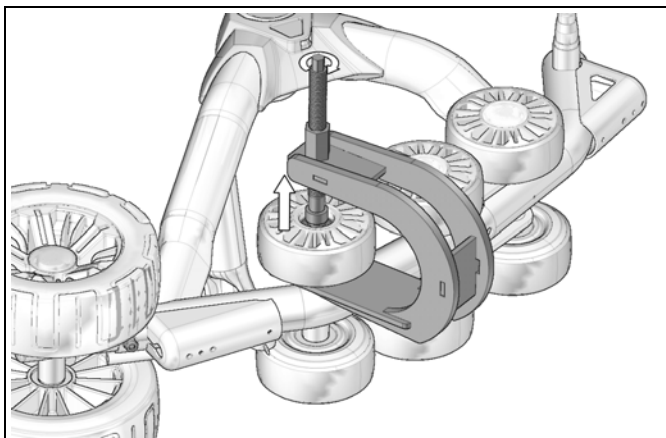

Figure 38
- Placer l'extracteur sous la roulette tel qu'illustré à la Figure 38 puis visser la tige filetée de celui-ci pour retirer la roulette.